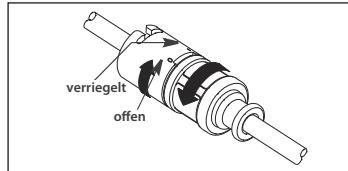

Abbildung 2
- b. Wenn ein Katheter-Kontaminationsschutz mit TwistLock Adapter verwendet wird, sicherstellen, dass das doppelte Twistlock des Katheter-Kontaminationsschutzes vollständig geöffnet ist (siehe Abbildung 2).